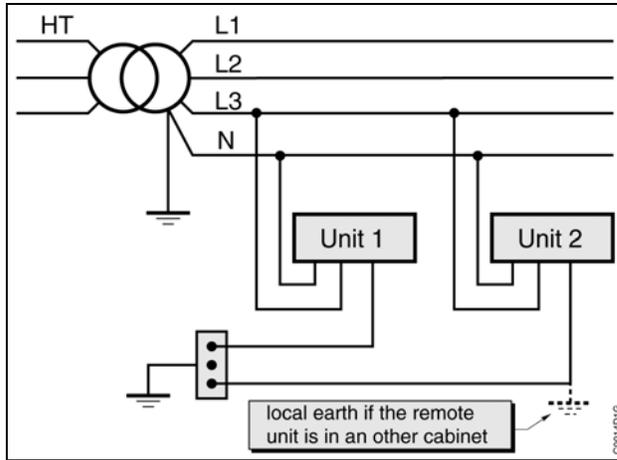

图4-13 TT供电系统
- T-T 中性线：中性线接地，所有金属部件接地 (参见图4-13)。